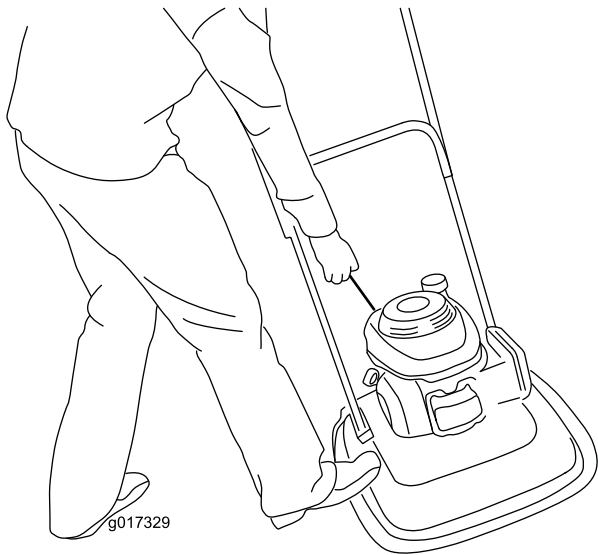

図 16
3. 片足をデッキに載せ、機体を自分側に引き寄せる図 16。